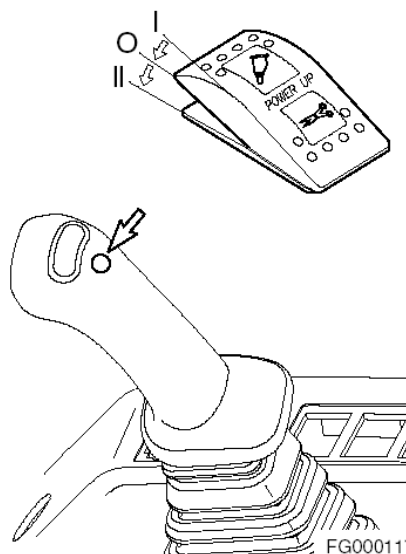

Рис. 44 ПРАВЫЙ РАБОЧИЙ РЫЧАГ (ДЖОЙСТИК)
11. На задней левой стойке в кабине расположен раздвижной калибр регулятора дроссельной заслонки. Регулятор дроссельной заслонки это блок типа толкать/тянуть и/или винтового типа. Перед тем как регулировать дроссельную заслонку необходимо повернуть в свободное положение запорное кольцо (7, рис. 44), расположенное на основании механизма.